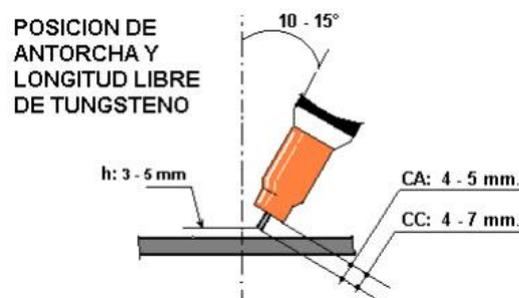

Figura 7
- El ángulo de inclinación de la torcha debe estar entre  $10^{\circ}$  y  $15^{\circ}$  como se indica en la figura 7.